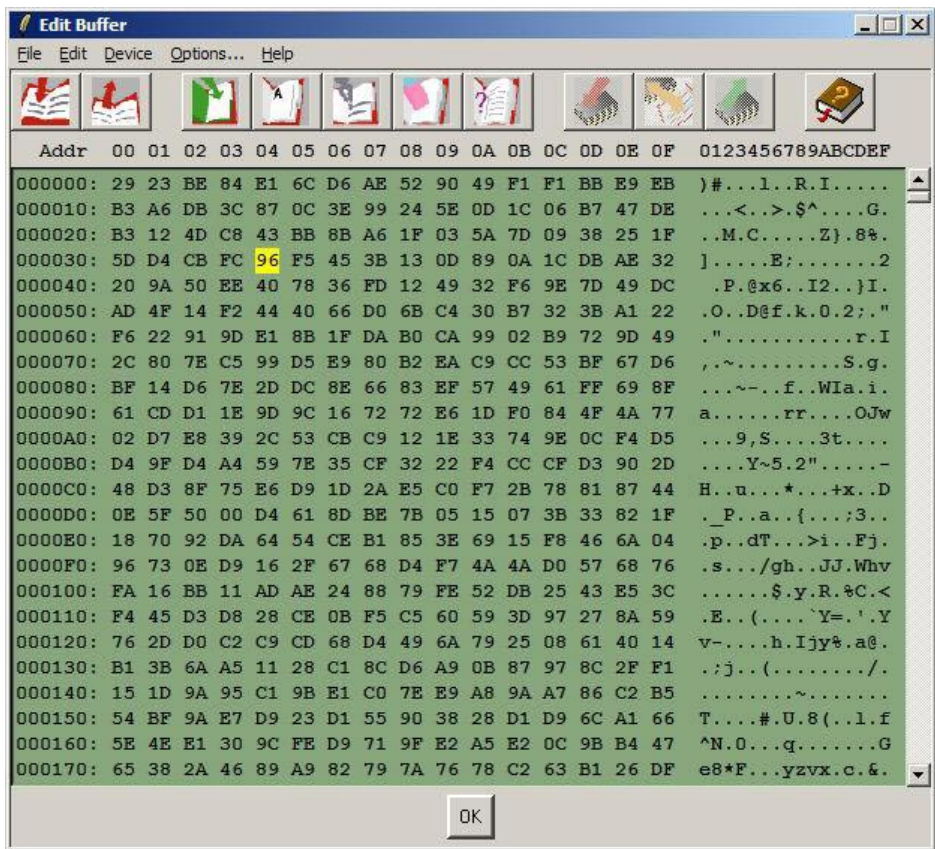

Figura. 4.35. Pantalla de Edición de Buffer
Para acceder a la edición del Buffer, se lo puede realizar haciendo clic en  ó mediante el menú de buffer, desplegándose una pantalla como la que se muestra en la Figura 4.35.
5. Si es necesario editar al buffer, ingrese a la ventana de edición de buffer y modifique los datos necesarios (Ver Figura 4.35.).